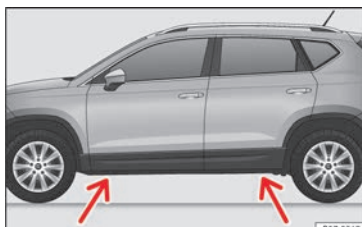

Fig. 75 Travesaño: marcas.
- Busque en el larguero la marca del punto de apoyo del gato (zona hundida) más cercana a la rueda a cambiar » » fig. 75.